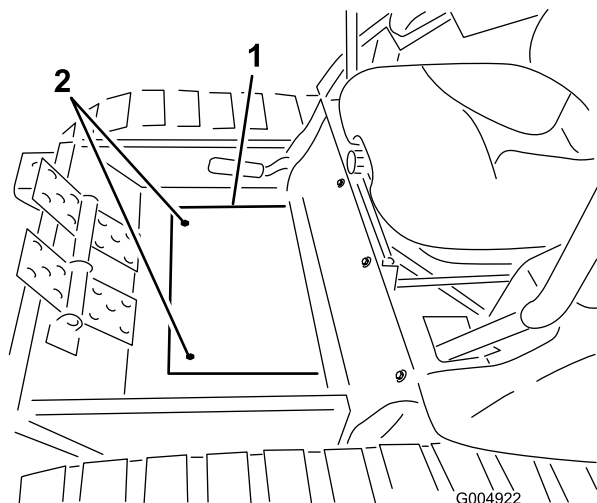

Figura 34
25. Instale la tapa de la chapa de suelo del bastidor de invierno en el suelo con los tornillos que retiró anteriormente (Figura 34).